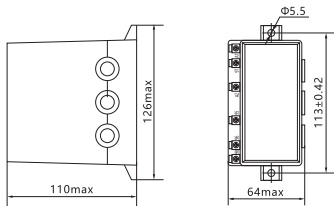

图1 额定工作电流为80A以下的保护器外形及安装尺寸
5.1 额定工作电流为80A以下的保护器外形及安装尺寸：见图1；产品重量约为0.37kg